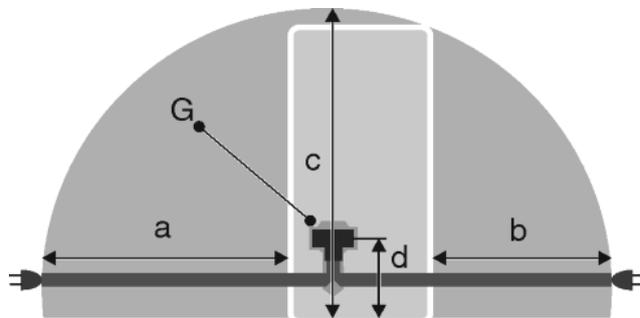

Fig. 24
- Розетка находится вне зоны задней стенки в данной зоне. Fig. 24 (a, b, c)
- ▶ Штекер устройства Fig. 24 (G) подсоединить с задней стороны устройства. Следить за правильной фиксацией.